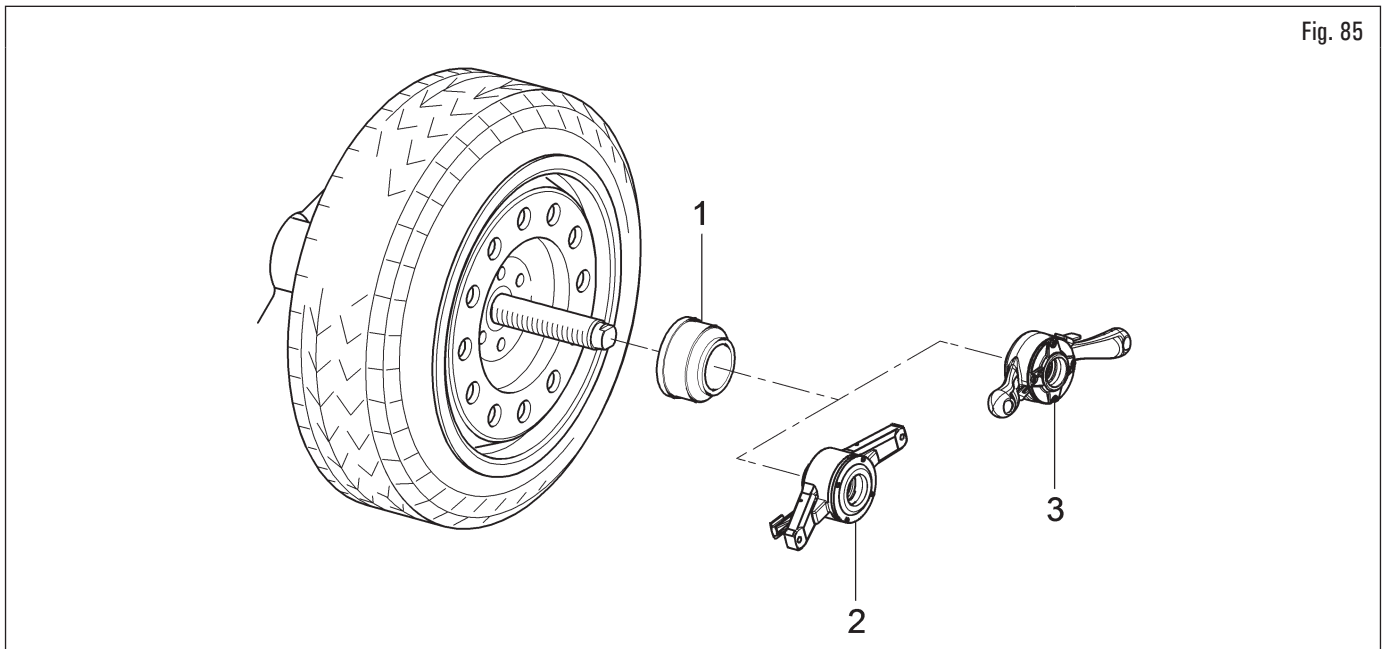

Fig. 85
4. inserire la coppa di protezione (Fig. 85 rif. 1) nella ghiera rapida (Fig. 85 rif. 2) (per i modelli che la prevedono) o nella ghiera auto (Fig. 85 rif. 3) (per i modelli che la prevedono) e fissare contro la ruota.